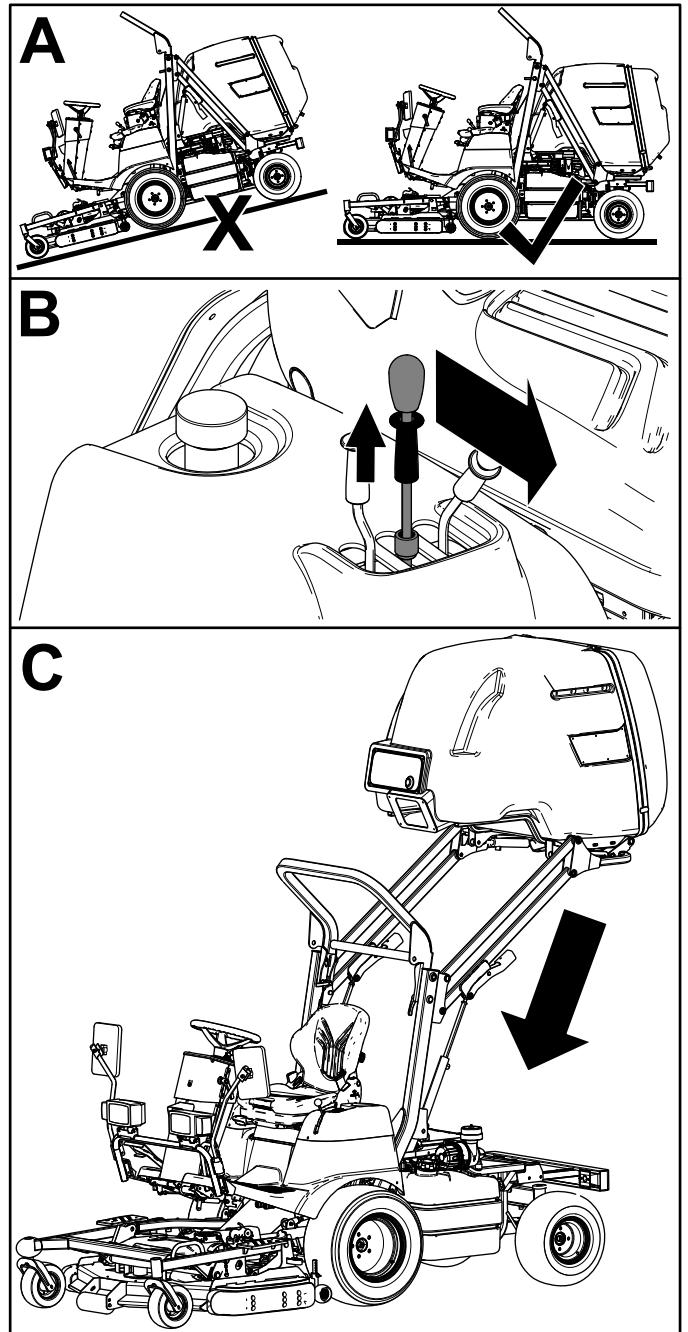

図 24
2. ホッパー昇降レバーのロックカラーを上に引き、レバーを後ろ一杯まで傾けるとホッパーが下降します図 24。